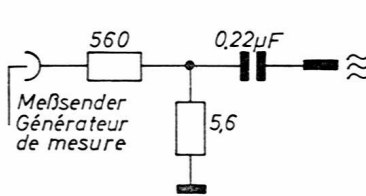

Fig. 5
* Meßsender an den Spannungsteiler anschließen, Fig. 5.
** Raccorder le générateur de mesure au diviseur de tension, voir fig. 5.